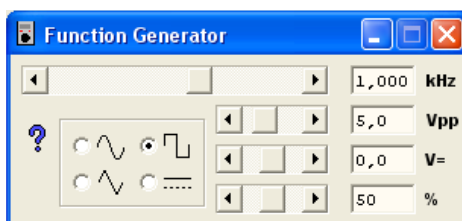

Рис. 8. Вывод экрана генератора сигналов
10. Вывести на экран монитора экран генератора сигналов (рис. 8).